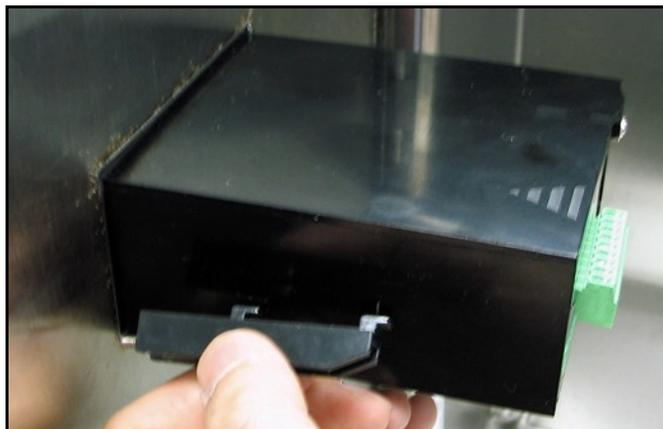

Figura 12: Instalación de las ménsulas de montaje
4. Detrás del panel, inserte las ménsulas de montaje en los orificios laterales suministrados (vea la *Figura 12* a continuación).